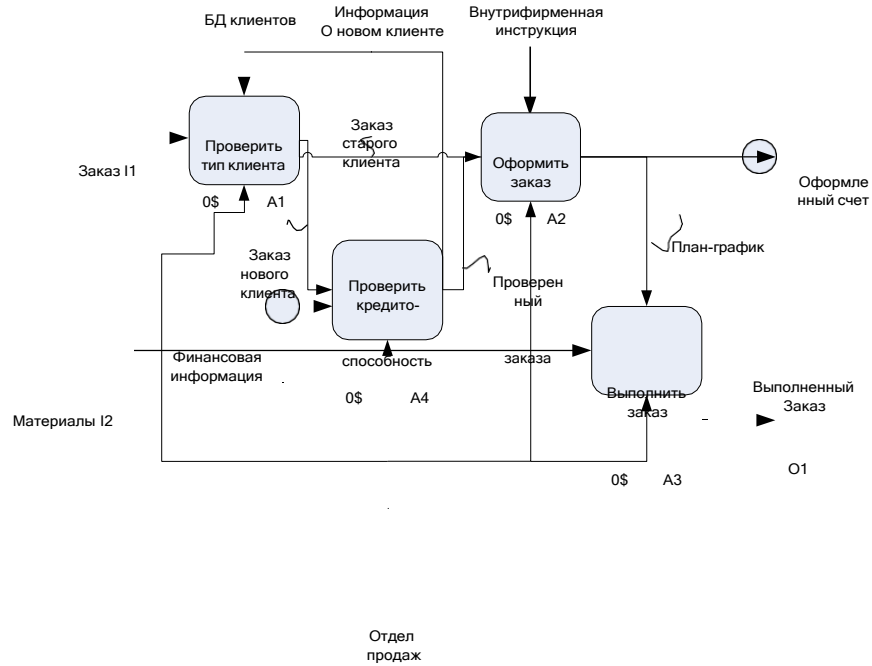

Рисунок 3 – Разветвление и объединение путей по принципу классификации и обобщения
- Классификация объектов, которая уточняет тип обрабатываемого объекта. Например, класс объектов «Заказ», подразделяется на подклассы «Заказ нового клиента» и «Заказ старого клиента» (рис. 3). Разветвление в этом случае обеспечивает альтернативность путей выполнения процесса, в зависимости от типа поступившего объекта.